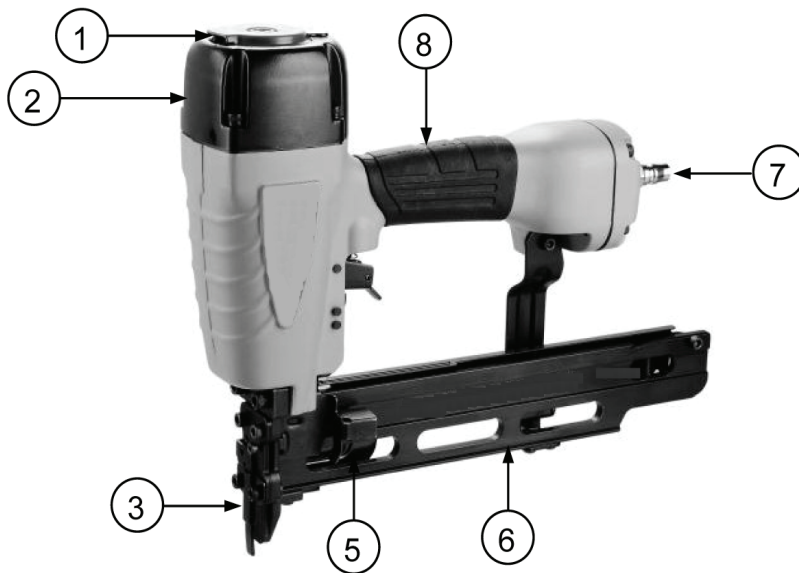

Рис. 1
- Отвести затвор магазина 5 (Рис. 1) назад до фиксации.